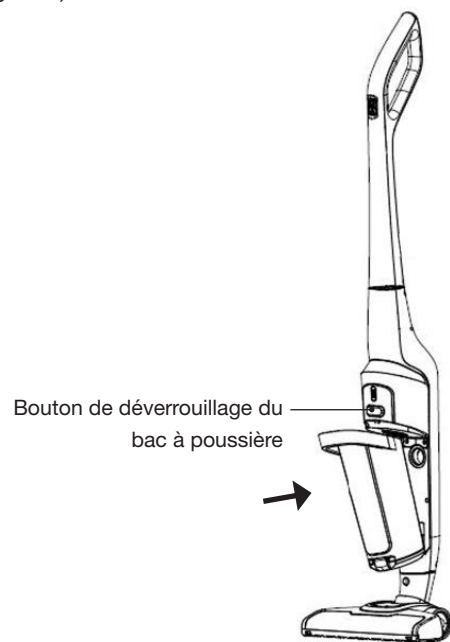

Fig. 4
5. Insérez le bac à poussière sur le corps de l'appareil en le positionnant d'abord par le bas puis, en le fixant par le haut sur le corps de l'appareil jusqu'au « clic » de verrouillage (voir figure 4).
Pour retirer le bac à poussière du corps de l'appareil, appuyez sur le bouton de déverrouillage (voir figure 4).
1. Appuyez sur le bouton de déverrouillage du bac à poussière pour le retirer de son logement (voir figure 4).